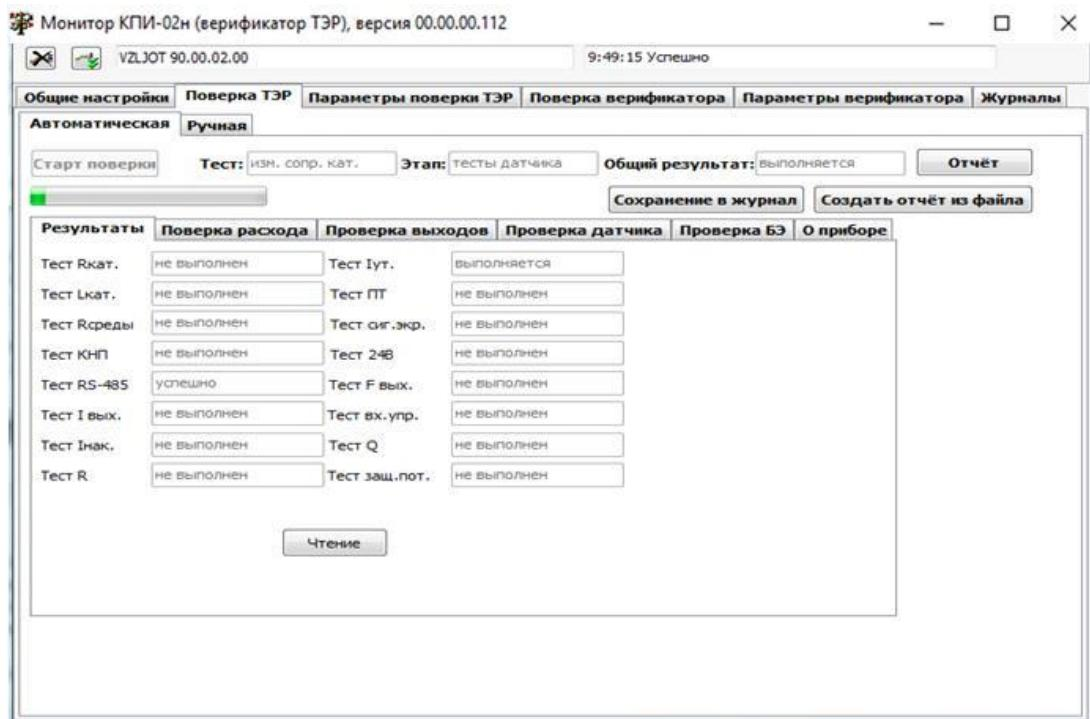

Рис.15. Вкладка «Проверка ТЭР» в автоматическом режиме.
4.2.2. Автоматическая поверка начинается после нажатия на кнопку **Старт поверки**. В окнах **Тест** и **Этап** отображаются соответственно текущий тест и этап проверки (тесты датчика, тесты БЭ или поверка расхода). По мере прохождения теста в окне Результаты проявляются соответствующие сообщения (рис.15).